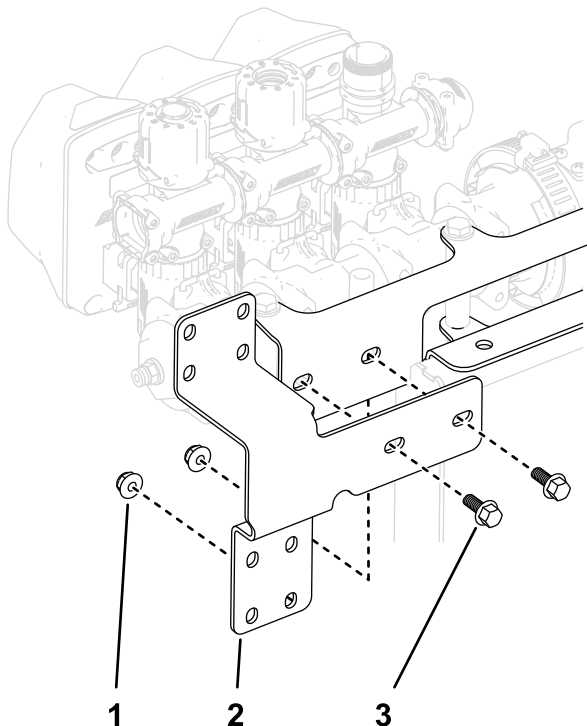

图 25
2. 使用 2 个凸缘头螺栓 1/4 x 5/8 英寸和锁紧螺母 1/4 英寸将控制阀支架安装到阀安装座框架上如图 25 所示。